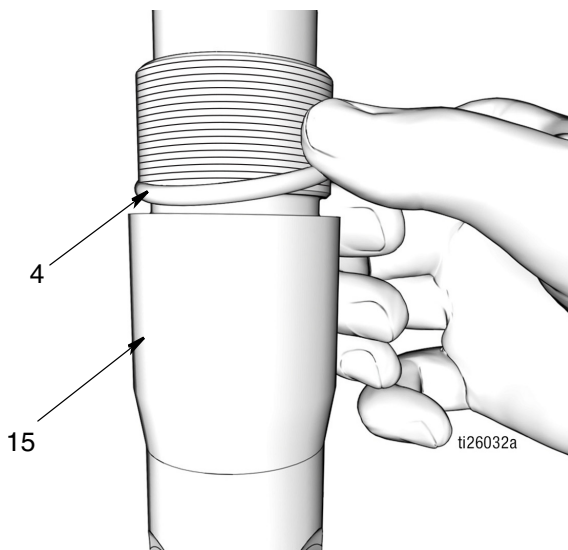

FIG. 44
- b. Applicare un sottile strato di grasso all'O-ring (4). Montare l'O-ring attorno alla valvola di ritegno di mandata (15) (FIG. 44).